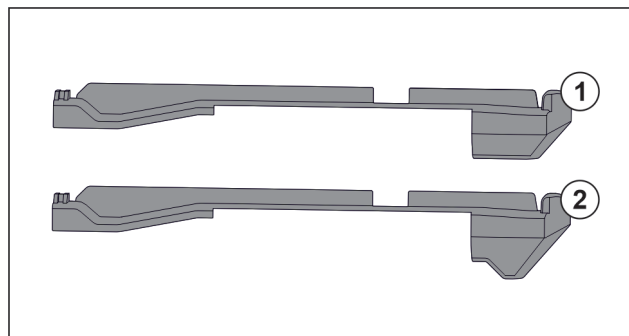

Fig. 62 对比插装件
冰箱中有两种不同的插装件。最底部抽屉上方的插装件 Fig. 62 (2) 有一个三角形的边缘。其他所有的插装件 Fig. 62 (1) 都有一个直的边缘。
- ▶ 将带有三角形边缘的插装件 Fig. 62 (2) 安装在最底部抽屉上方。
- ▶ 将带有直边缘的插装件 Fig. 62 (1) 安装到所有其他的位置上。